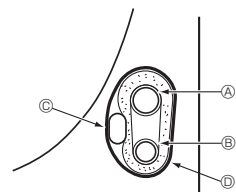

Fig. 4-5
4.4.1. Құрылғының құбыр кеңістігінде сақтау (Fig. 4-5)